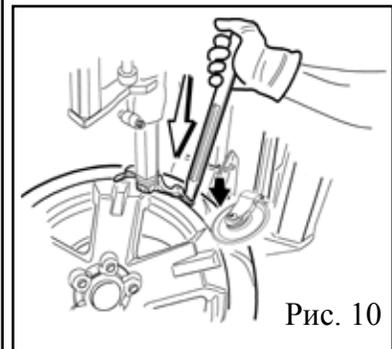
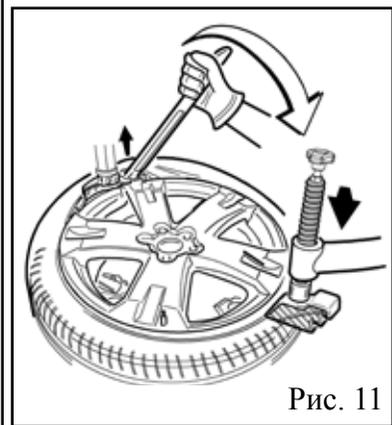
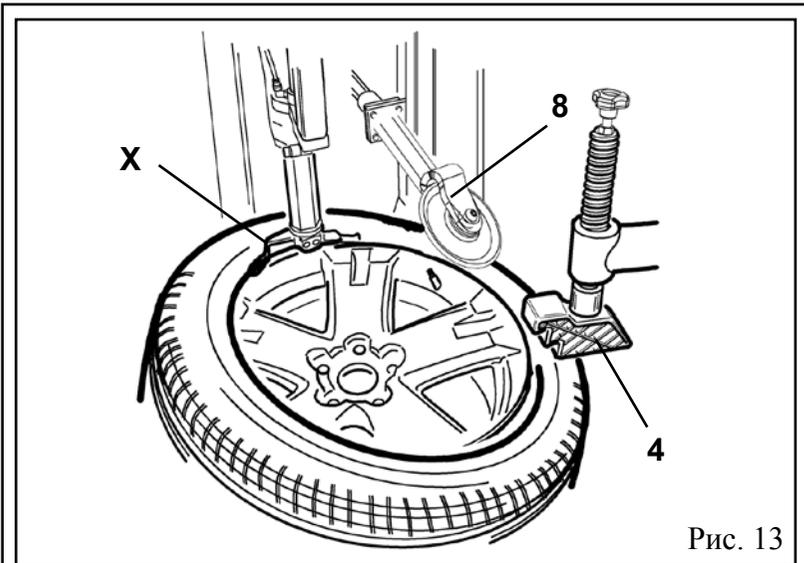

Рис. 10
Рис. 11
Рис. 13
Установите (Рис. 10) ролик справа от монтажной головки, а инструмент прижима борта шины (4) (Рис. 11) с противоположной стороны так, чтобы они слегка нажимали на шину вниз для облегчения ввода монтировки (Y).
Установите инструмент прижима борта шины (см. 4 Рис.11) с противоположной стороны от монтажной головки, чтобы облегчить установку борта шины на монтажную головку, используя монтировку (Y).
Position (Fig. 10) the roller at the right side of the mounting head and the bead-pressing tool (4) (fig.11) at the opposite side, so that they press slightly the tyre downwards, in order to facilitate introduction of the bead lifting lever (Y).
Position the bead-pressing tool (4) (fig.11) at the tool opposite side to facilitate tyre bead positioning on mounting tool by means of the bead lifting lever (Y)
This will facilitate tyre bead positioning on tool by means of the bead-lifting (Fig. 13).
Установите ролик (8) и инструмент прижима борта шины (4) справа от монтажной головки (X) так, чтобы верхний борт шины находился в соответствии с монтажным ручьем колесного диска (Рис.13). Для регулирования высоты инструмента прижима борта шины открутите или закрутите винт, как показано на Рис. 10 на стр. 9.
To adjust the height of bead-pressing tool, screw down or out as Per fig. 10, page 9.